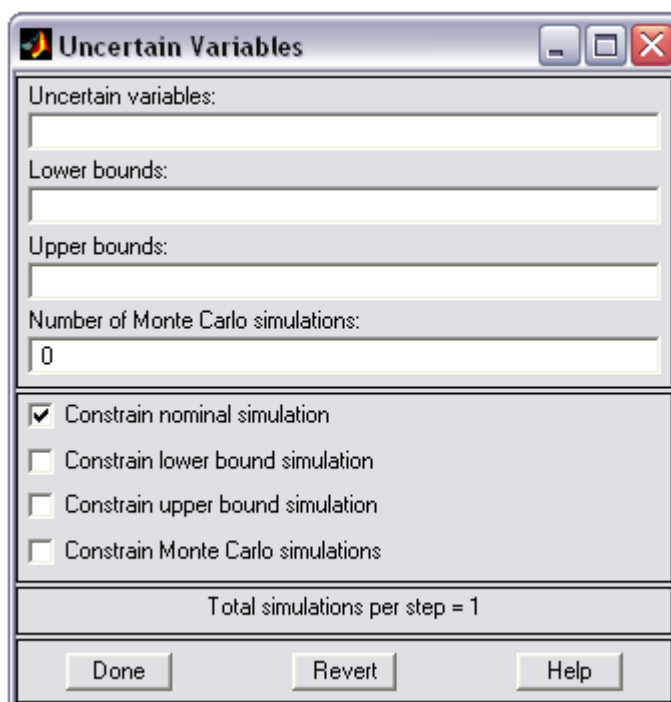

Рис.9 Окно задания дополнительных переменных
- 2) в меню Optimization выбрать пункт Uncertainty и в соответствии с рис.9 очистить поля Uncertain variables, Lower bounds и Upper bounds. Нажать кнопку Done.